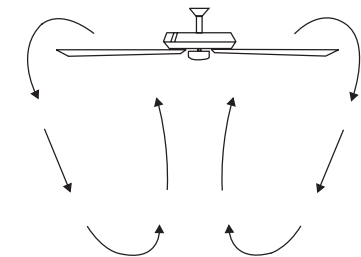

Fig. 28
**Fonctionnement par temps frais :** Inverser (sens horaire). Un flux d'air ascendant évacue l'air chaud des zones du plafond (Fig. 28). Cela vous permet de régler votre unité de chauffage sur un réglage plus froid sans affecter votre confort général.